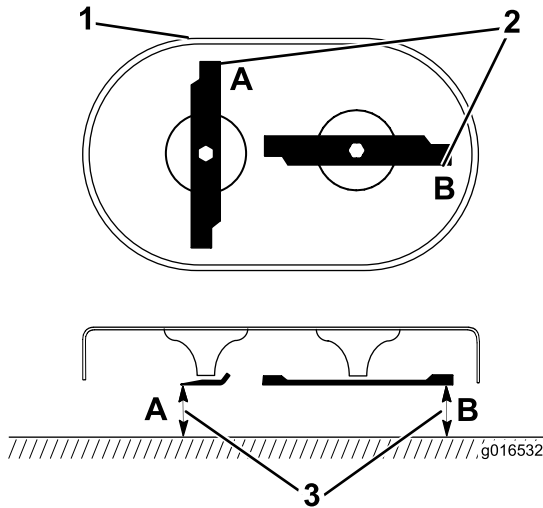

Bild 40
1. Drehen Sie die Messer in die Stellung, die in Bild 40 abgebildet ist.
2. Messen Sie an den Stellen **A** und **B** von der ebenen Fläche zu den Schnittkanten (Bild 40) und notieren Sie beide Werte.
3. Drehen Sie die Messer so, dass die anderen Enden an den Stellen **A** und **B** sind (Bild 40).